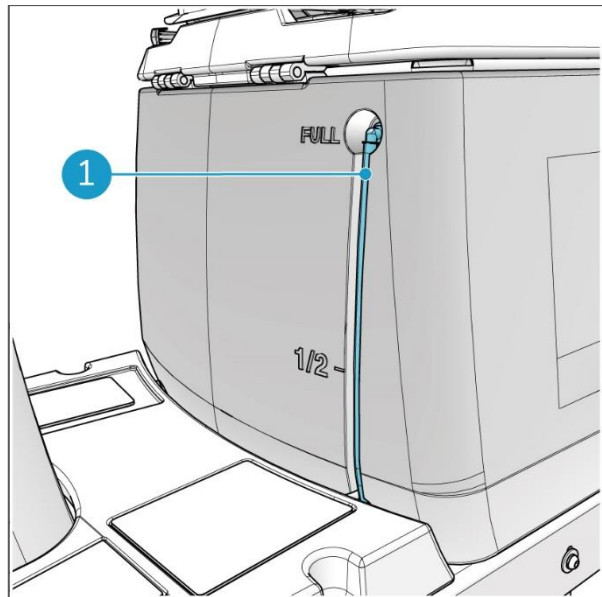

Figura 6
L'indicatore ottico del livello della soluzione è situato sul serbatoio del detergente (Figura 6, pos 1) sotto il sedile. Ciò garantisce che il livello della soluzione nel serbatoio possa essere controllato durante il riempimento del serbatoio. L'interruttore a galleggiante all'interno del serbatoio evita che la pompa funzioni a secco. Quando è attivato, tutte le funzioni di pulizia di i-drive® si arrestano. È ancora possibile guidarlo.